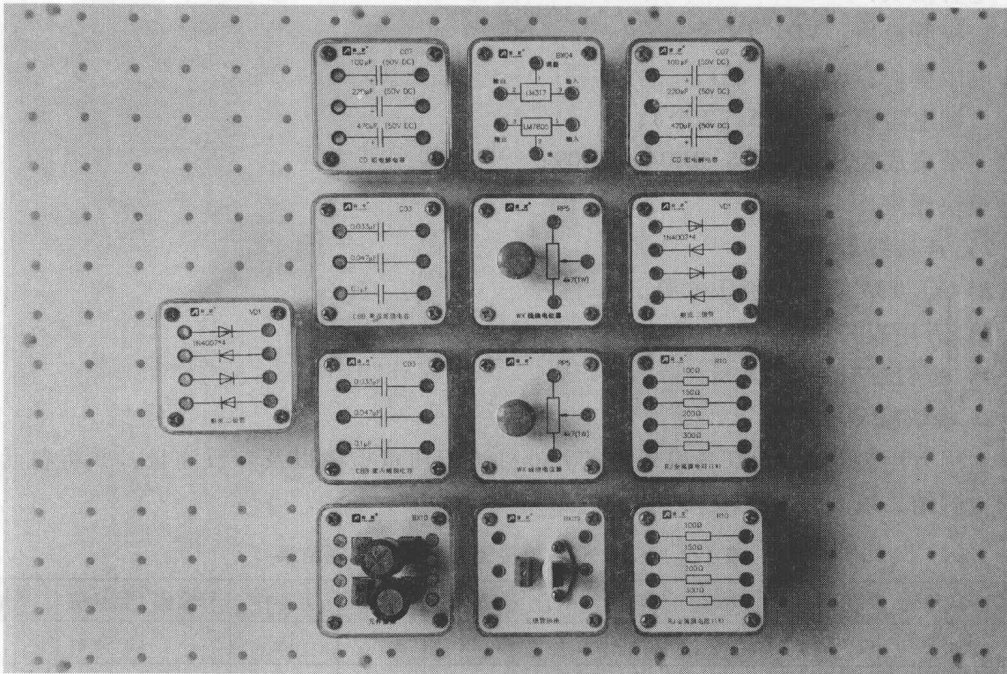

图 1-2 YL-290 创新模块组成的三端可调双电源稳压电路模块布局图
1) 从 YL-290 创新模块中找出搭建三端可调双电源稳压电路所需的相应模块，并在模块底座上布局好，如图 1-2 所示。